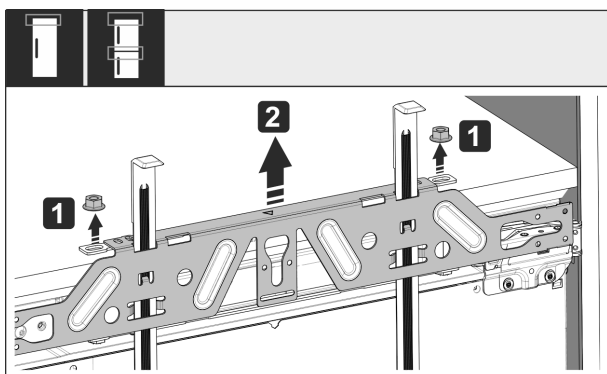

Fig. 55
- ▶ Povolte pojistné matice Fig. 55 (1).
- ▶ Sejměte upevňovací příčnick Fig. 55 (2).